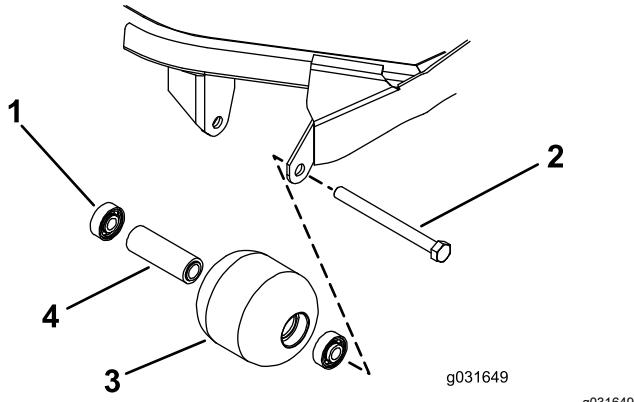

Bild 72
1. Entfernen Sie die Rollenbefestigungsschraube (Bild 72).
4. Prüfen Sie das Rollengehäuse, die Lager und das Distanzstück auf Beschädigungen (Bild 72).
1. Drücken Sie das erste Lager in das Rollengehäuse, indem Sie nur auf den äußeren Käfig oder gleichmäßig auf den inneren und äußeren Käfig drücken (Bild 72).
2. Setzen Sie ein Distanzstück ein (Bild 72).
Käfig oder gleichmäßig auf den inneren und äußeren Käfig drücken, bis es auf dem Distanzstück aufliegt (Bild 72).